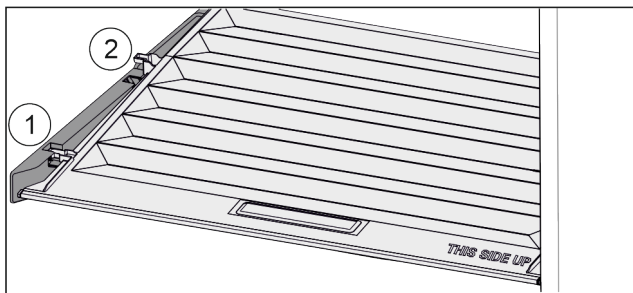

Fig. 157
- ▶ Trageți capacul în față Fig. 157 (1) până la orificiul din piesele suportului.
- ▶ Ridicați în spate de jos și scoateți Fig. 157 (2) în sus.